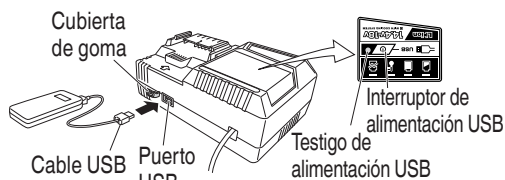

Fig.4
- (2) Encienda el enchufe de alimentación USB (Fig. 4)
- (3) Conecte el cable USB. (Fig. 4)
- (4) Cuando se haya completado la carga
- Apague el interruptor de alimentación USB y desenchufe el cable de alimentación de la toma de alimentación eléctrica. (Fig. 4)